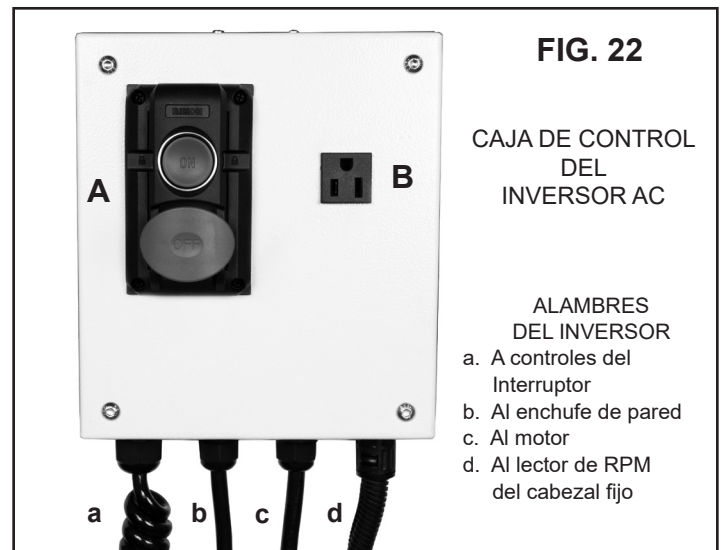
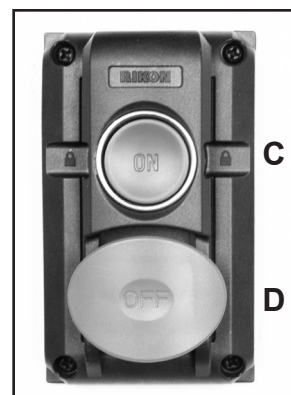

FIG. 22
FIG. 23
El Torno #70-1824VSR tiene un interruptor principal de Prender/ Apagar (Fig. 22, A) en la caja del inversor debajo de la bancada por el lado del cabezal fijo. El interruptor TIENE QUE accionarse antes y después de usar el torno. Permite acceso eléctrico a la caja del interruptor para usar el torno. También apaga por completo el torno cuando no se use por un tiempo prolongado. Este interruptor protege los elementos eléctricos del torno, en especial la pantalla LCD para que no se quemé, y evita acceso no deseado por parte de niños u otros. El interruptor también puede acomodar un candado para asegurar que no se active el torno. Oprima el Botón verde (Fig. 23, C) para PRENDER el torno. Oprima el Botón rojo (D) para APAGAR el torno.
Un tomacorriente de 115V (Fig. 22, B) está incluido con el inversor para uso con luces con cables u otros accesorios con enchufes de 3 dientes y conexión a tierra. Cuando no se usa y para protección de niños, la tapa incluida para el tomacorriente debe estar introducida en el tomacorriente. Esto también evitará que polvo ingrese en la unidad.
NOTA: El interruptor principal de Prender/Apagar (Página 15, Fig. 22, A) debe estar PRENDIDO para que funcionen los Controles de Interruptor.